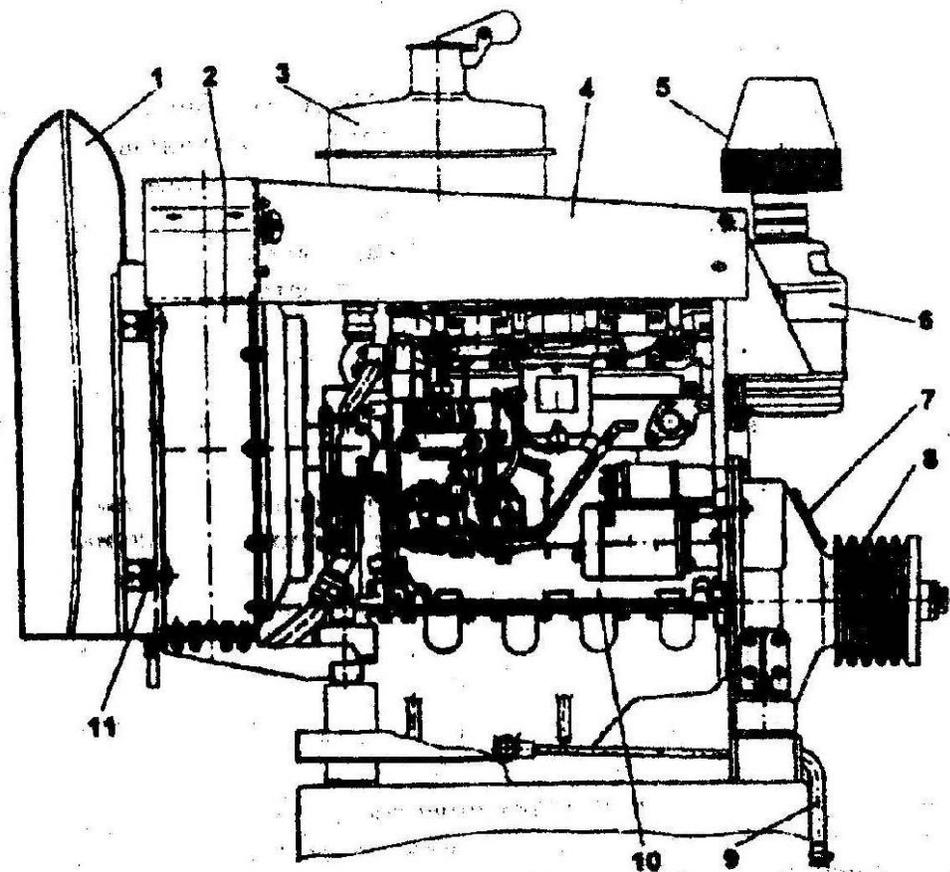

Рис. 42. Моторная установка:
6.5.1. ДВИГАТЕЛЬ комбайна работает в условиях повышенной запыленности и иногда на предельном тепловом режиме, что может быть источником пожара. Поэтому во время эксплуатации особое внимание следует уделять очистке воздухозаборника 1 (рис.42), радиатора 2, воздухоочистителя 6, капота 4, и других смежных с ним частей комбайна от скоплений пыли и растительных остатков.